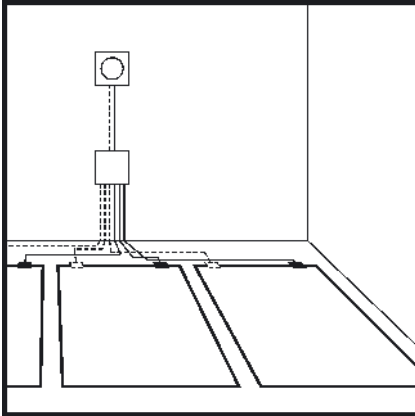

Bild 1
- Die Leiter sind in die elektrische Dose (vgl. Bild 1 und 2) oder direkt in den Thermostat anzuschließen.